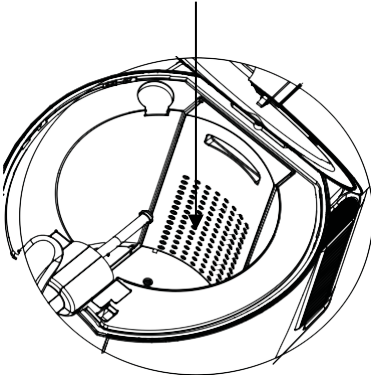

Figure 5
5. La tireuse à bière peut fonctionner sans eau. Pour de meilleurs résultats, versez 800 ml d'eau ou remplissez la cavité de refroidissement jusqu'au repère maximal (figure 5).